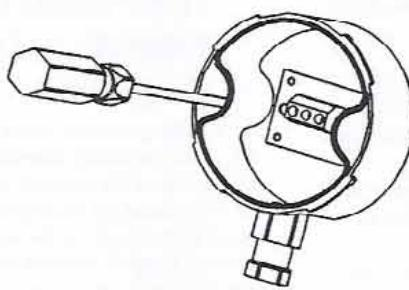

Fig. 47
- Bestem monteringsstedet på væggen, og markér afstanden mellem hullerne (Fig. 47).
- Choose the installation position and mark the holes (Fig. 47).